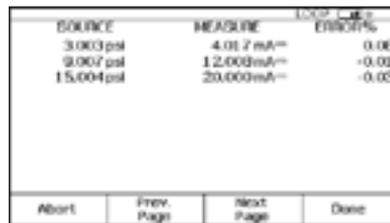

Figura 28.
- Una vez realizado el ajuste, seleccione "As Left", "Done" y "Manual Test" y repita el paso (9). Si el ajuste se ha realizado con éxito, todos los errores del resumen de los resultados de la ejecución aparecerán en vídeo normal (Figura 28).